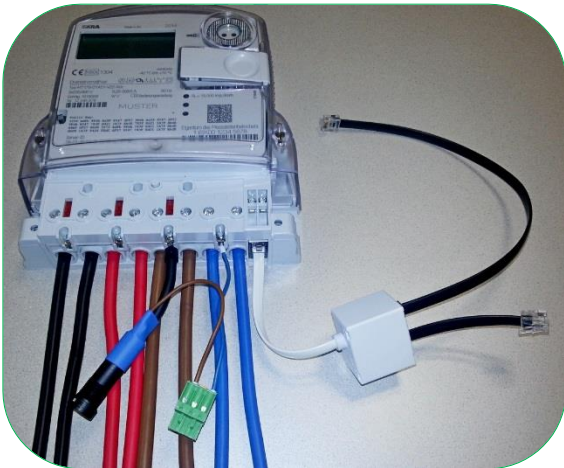
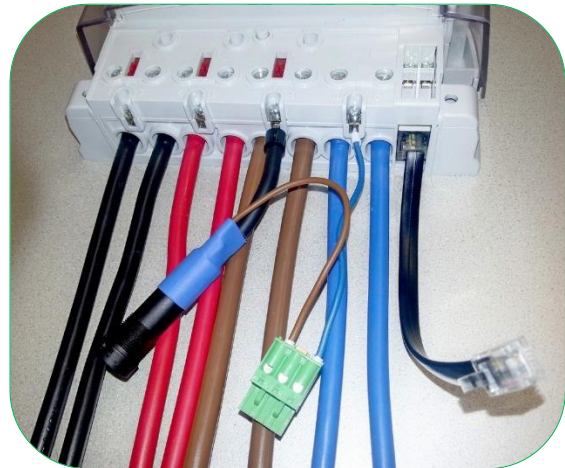

Bild 35: Angeschlossenes LMN Kabel mit dem „T“ Stück
Bild 36: Angeschlossenes LMN Kabel ohne einen „T“ Stück
- Schließen Sie das LMN Kommunikationskabel an der Steckverbinder für LMN Kommunikation (siehe Bild 35 und Bild 36).